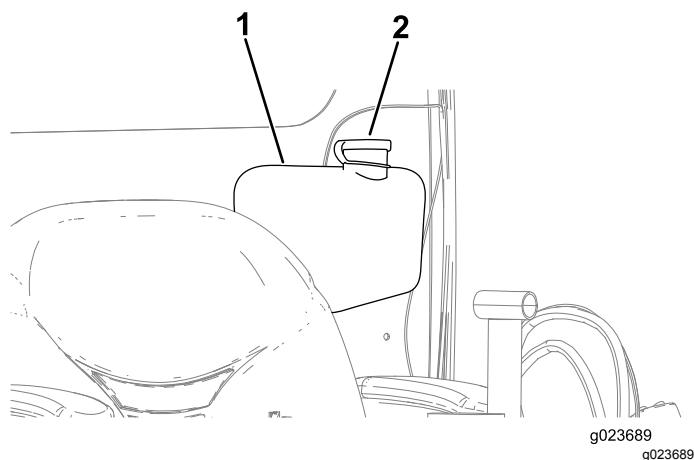

Рисунок 134
2. Откройте крышку бачка омывателя ветрового стекла (Рисунок 134).
3. Полностью заполните бачок жидкостью для омывателя ветрового стекла (Рисунок 134).
4. Закройте крышку бачка омывателя ветрового стекла (Рисунок 134).